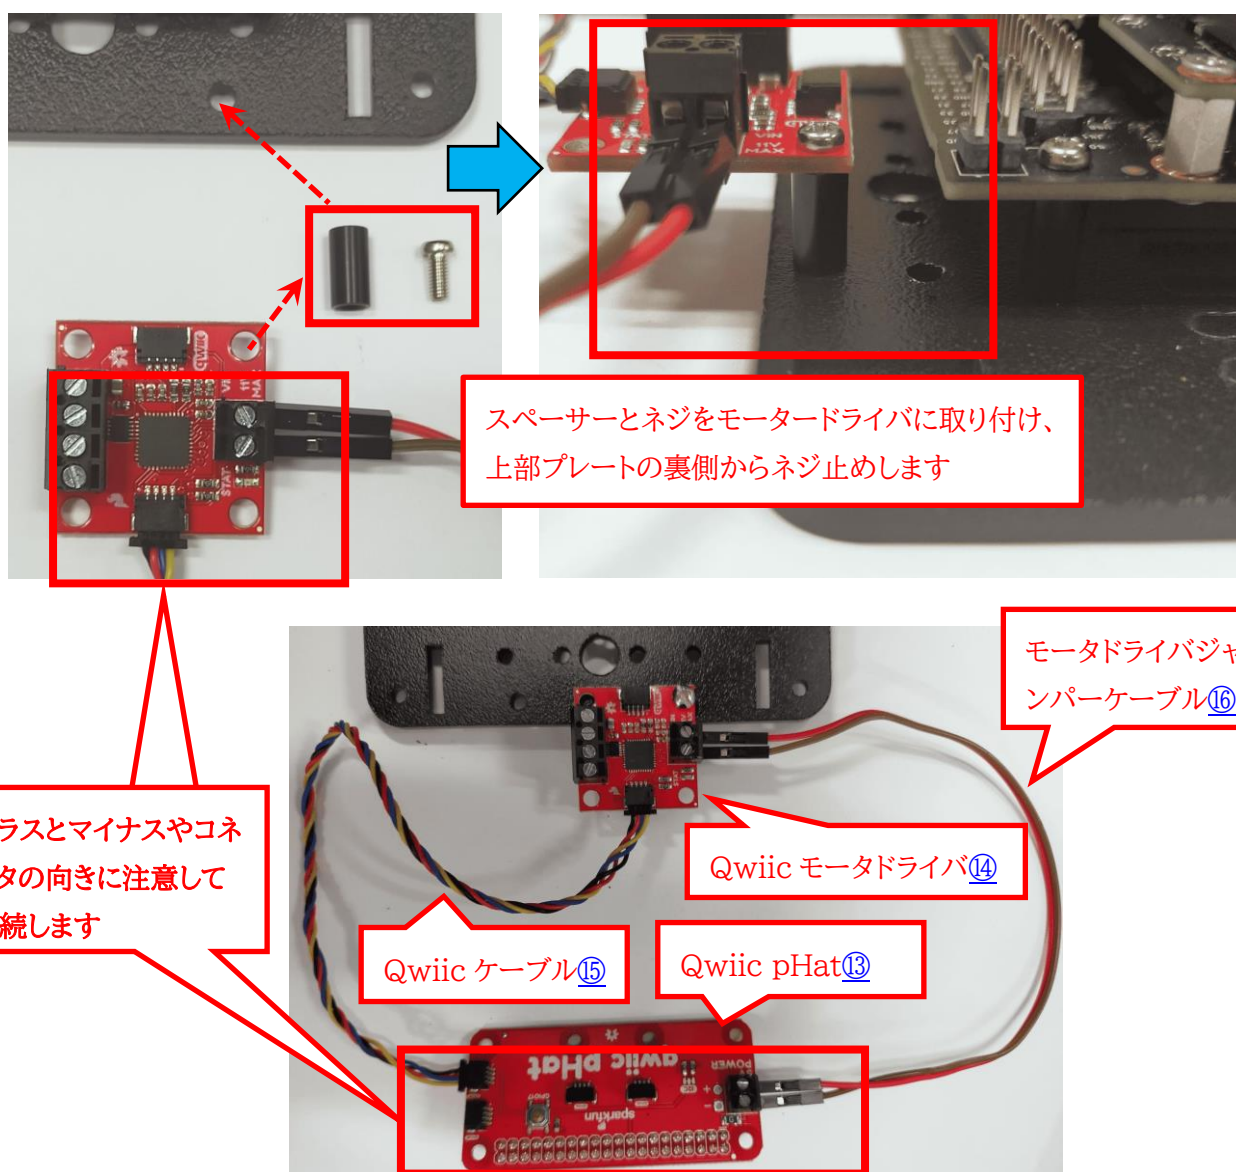

図 2-15 モータードライバと Qwiic Hat 基板の取り付け
Qwiic モータードライバ⑭の電源コネクタにモータードライバジャンパーケーブル⑯を接続します。ジャンパーケーブルの反対側は Qwiic pHat ⑬の電源コネクタに取り付けます。この時、プラスとマイナスを間違えないように取り付けます。また、Qwiic ケーブル⑮も図 2-15 の下図のようにモータードライバと Qwiic pHat に接続します。モータードライバはスペーサー⑰とネジ⑱で上部プレートの後方部に図 2-15 の上図のように取り付けます。